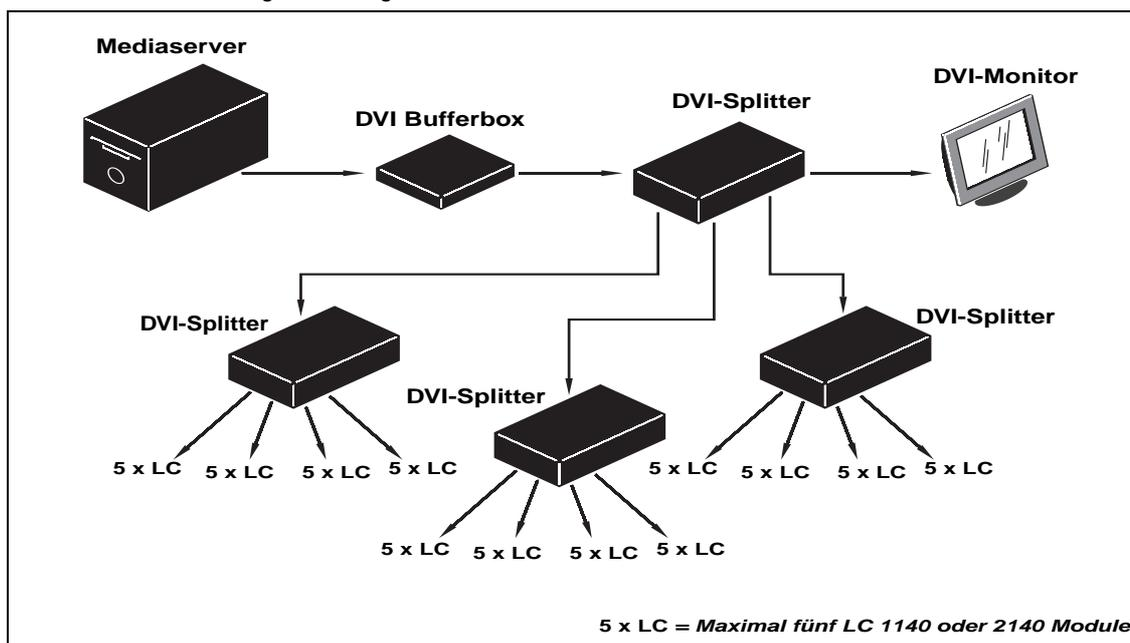

**Bild 10: Schematische Darstellung der Videosignal-Verteilung**
Bild 10 und Bild 11 zeigen Beispiele, wie das Videosignal verteilt werden kann. Folgende Komponenten sind beteiligt:
**DVI-Splitter:** Ein Splitter wird benötigt, wenn das Videosignal an mehrere Modulgruppen verteilt werden soll. Er dupliziert das Videosignal und stellt es an seinen Ausgängen zur Verfügung. Splitter beeinflussen die Qualität des DVI-Signals, deswegen darf nur eine bestimmte Anzahl Splitter verwendet werden, um Signale verschiedener Generationen zu erzeugen (Das Anschlussbeispiel nach Bild 10 erzeugt ein Signal erster Generation, der Anschluss nach Bild 11 erzeugt weitere Generationen).
Bild 10 zeigt eine schematische Darstellung einer Installation mit einem DVI-Splitter mit vier Ausgängen. Die maximale DVI-Leitungslänge zwischen dem Splitter und dem ersten Modul darf 5 m betragen.